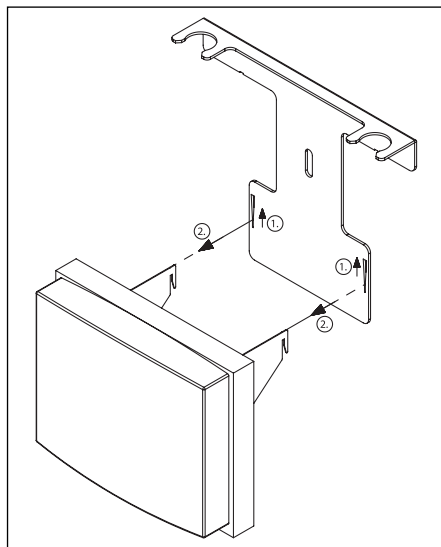

Fig. 16 Démontage du couvercle aveugle avec tôle de retenue
- Démontez le couvercle aveugle avec tôle de retenue du dispositif de montage du groupe solaire (fig. 16).